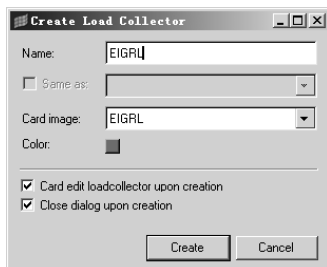

图 7-53 创建名为 RIGRL 的 Load Collector
(1) 创建名为 RIGRL 的 Load Collector，其 Card image 选择为 EIGRL，如图 7-53 所示。